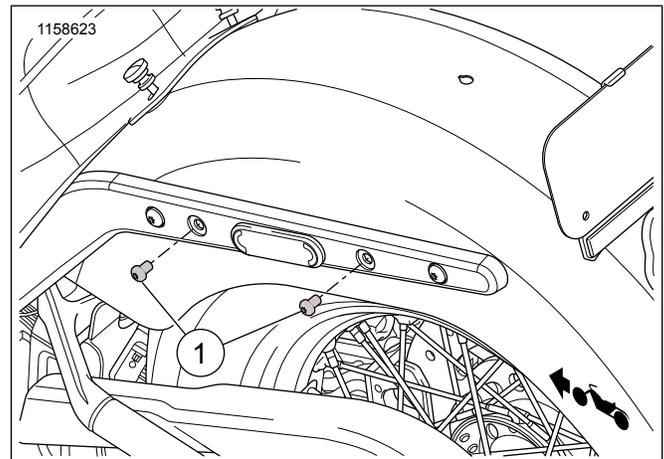

Figura 1. Remoção dos parafusos - Guarda-lama traseiro
2. Figura 1 Desaperte os parafusos de suporte do guarda-lama (1).
3. Figura 1 Retire o parafuso traseiro (1) e elimine-o.